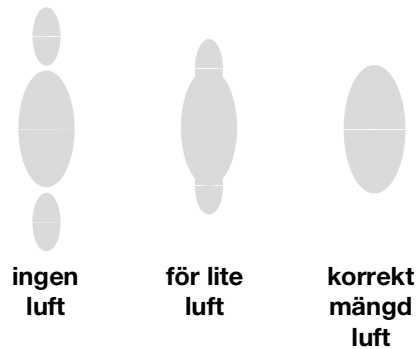

FIG. 6. Problem med sprutmönster
2. Se FIG. 6. Ställ in finfördelningslufttrycket till cirka 35 kPa (0,35 bar, 5 psi) vid aktivering. Kontrollera sprutmönstret, öka sedan lufttrycket långsamt tills svansarna är helt sönderdelade och indragna i sprutmönstret. Överskrid inte lufttrycket 0,7 MPa (7 bar, 100 psi) till pistolen.